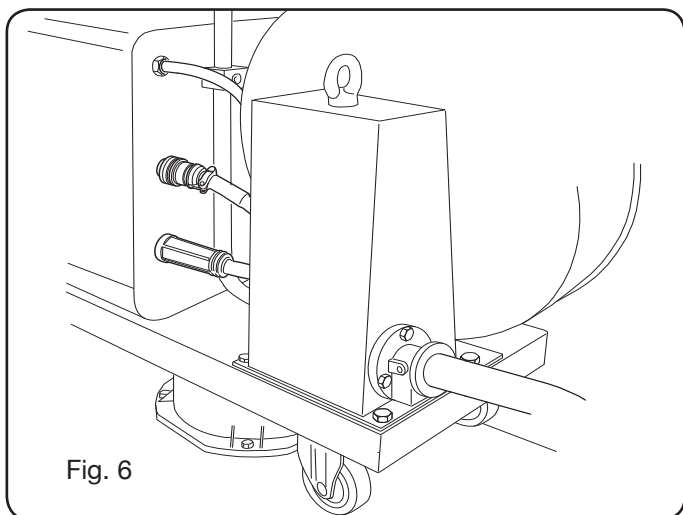

Fig. 6
- Collegare l'altra estremità della connessione **BA** al carrello trainafilo come indicato in Fig. 6.